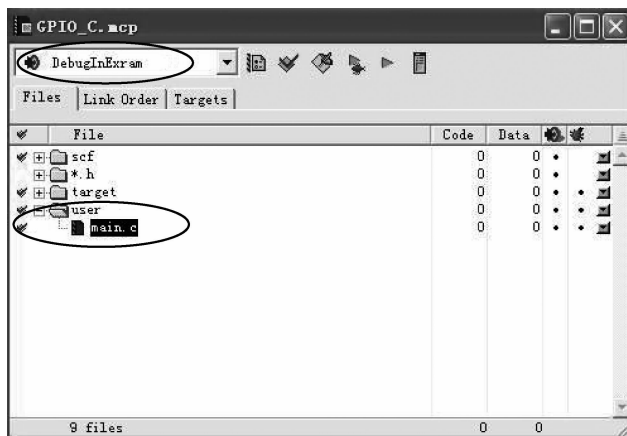

图 4-6 选择生成目标
④ 验证并启用配置。验证调试代理配置是否正确,打开 H-Flasher 对话框的 Programming 选项单击 Check 按钮,如果正常,可看到所使用的 Flash 芯片的型号。单击 Check 按钮时,H-Flasher 就会启用当前新的配置值。到此配置完成。
(6)选用 DebugInExram 生成目标,如图 4-6 所示,然后编译连接工程。